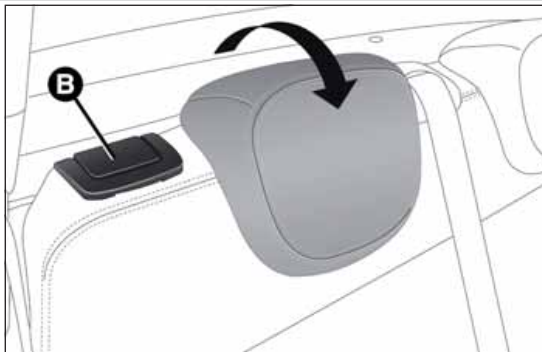
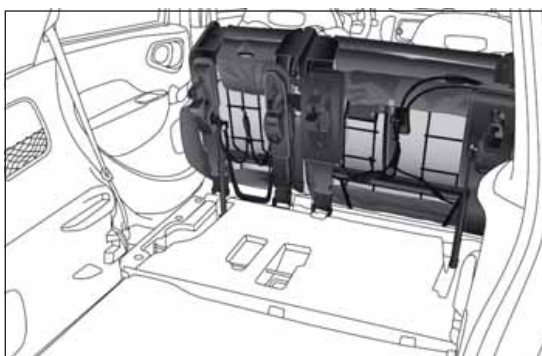

Abb. 3
Abb. 4
- Den Entriegelungshebel B Abb. 3 nach oben schieben, um den Sitz der zweiten Sitzreihe vollständig umzuklappen: Die Rückenlehne und das Polster werden automatisch nach vorne geklappt (siehe Abb. 4). Falls erforderlich, die Rückenlehne im ersten Teil des Kippvorgangs begleiten.